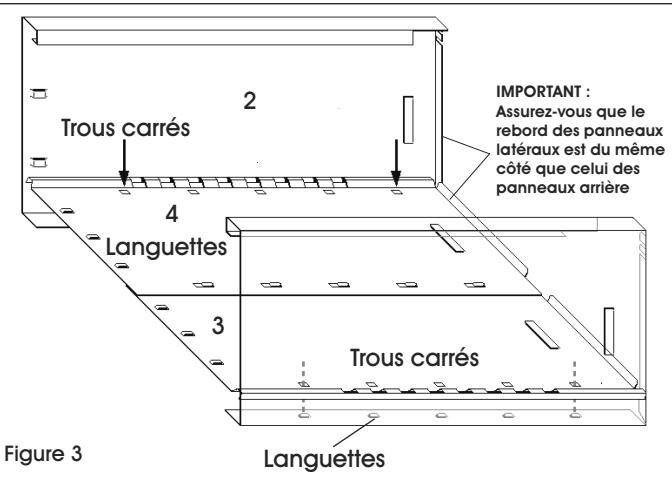

Figure 3
1. Avec les panneaux arrière posés sur une surface plane, soulevez le bord extérieur du panneau arrière droit (4) et faites glisser par dessous le rebord en L du panneau latéral droit (2). (Voir Figure 3)
2. Insérez les languettes de blocage du panneau latéral droit (2) dans les trous carrés du panneau arrière droit correspondants (4). (Voir Figure 3)
3. Lorsque les languettes de blocage sont insérées dans les trous carrés, faites glisser les panneaux latéral et arrière dans des directions opposées pour enclencher complètement les languettes. (Voir Figure 3)